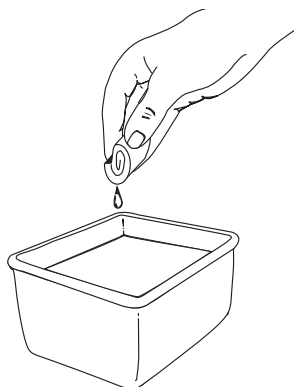

Fig. 57
3. Lave el filtro con agua y detergente (Fig. 57). Enjuague bien el filtro y déjelo secar.